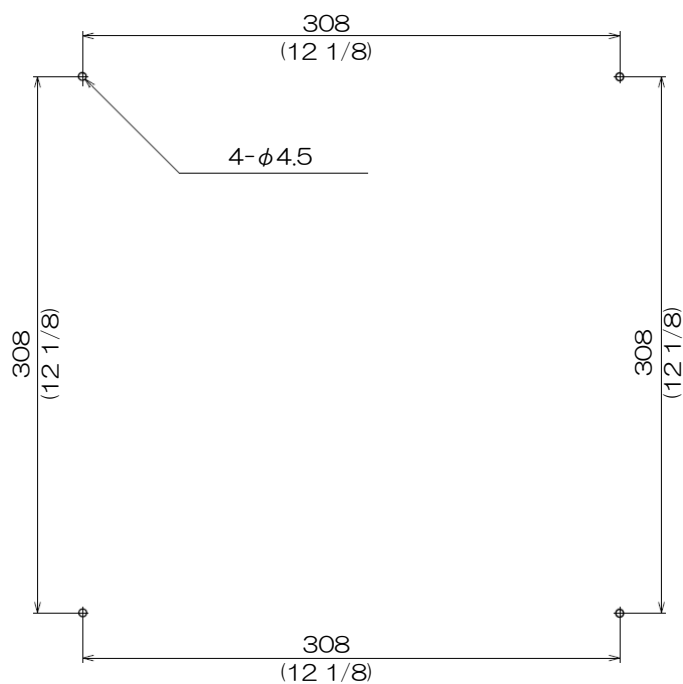

図 1.6 制御部の取付穴加工図
- (1) 図 1.6 に示すように4つの穴を開けます。
- (2) 制御部を 4mm のタッピングネジ（または M4 なべ小ネジ）4 本で取り付けます。（4mm ネジは取り付け部の厚さに応じたネジを手配してください。）